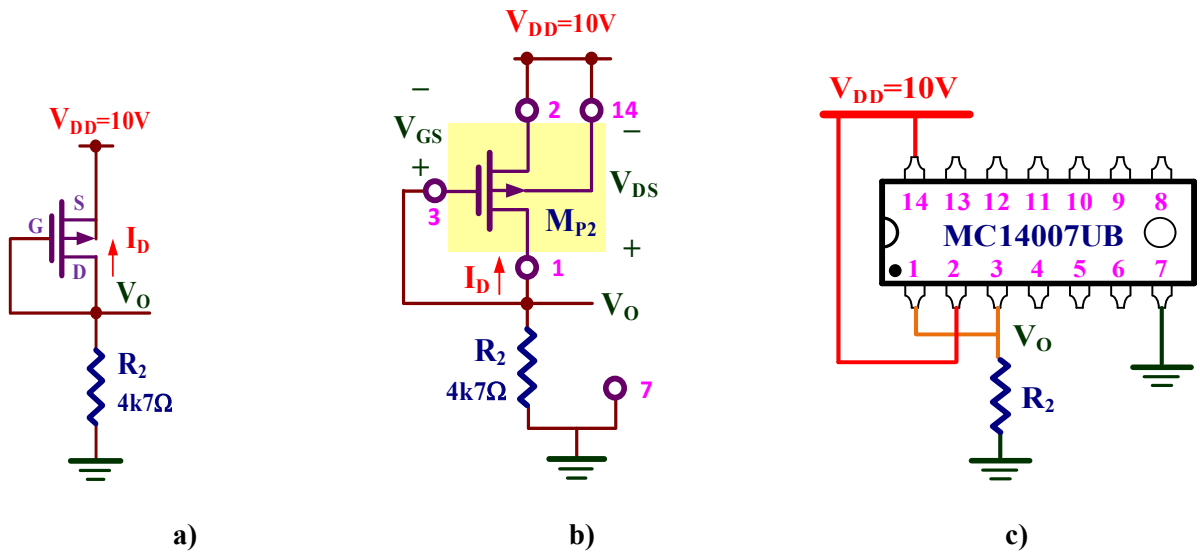

Figura VIII.4. Circuito PMOS: a) Esquema; b) Implementación con el MC14007UB; c) Descripción del cableado para realizar el montaje.
- C)** Montar el circuito de la figura VIII.4, determinar la polarización DC del transistor PMOS y el valor de V_O .
Análisis teórico. Al estar el transistor PMOS en la región de saturación, las ecuaciones que definen su polarización DC del circuito de la figura VIII.4 (con $V_{DS}=V_{GS}$ y $\lambda=0$) son